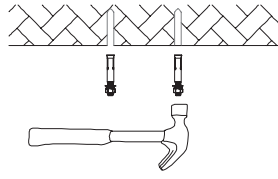

Figure 2-2
2. Use a hammer to put the expansion screws into the holes (Figure 2-2).
2. Utilisez un marteau pour insérer les vis à expansion dans les trous (figure 2-2).